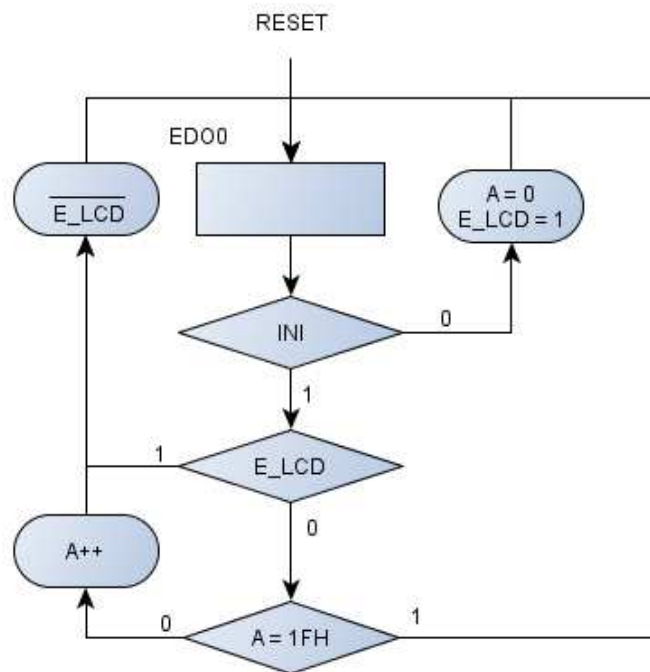
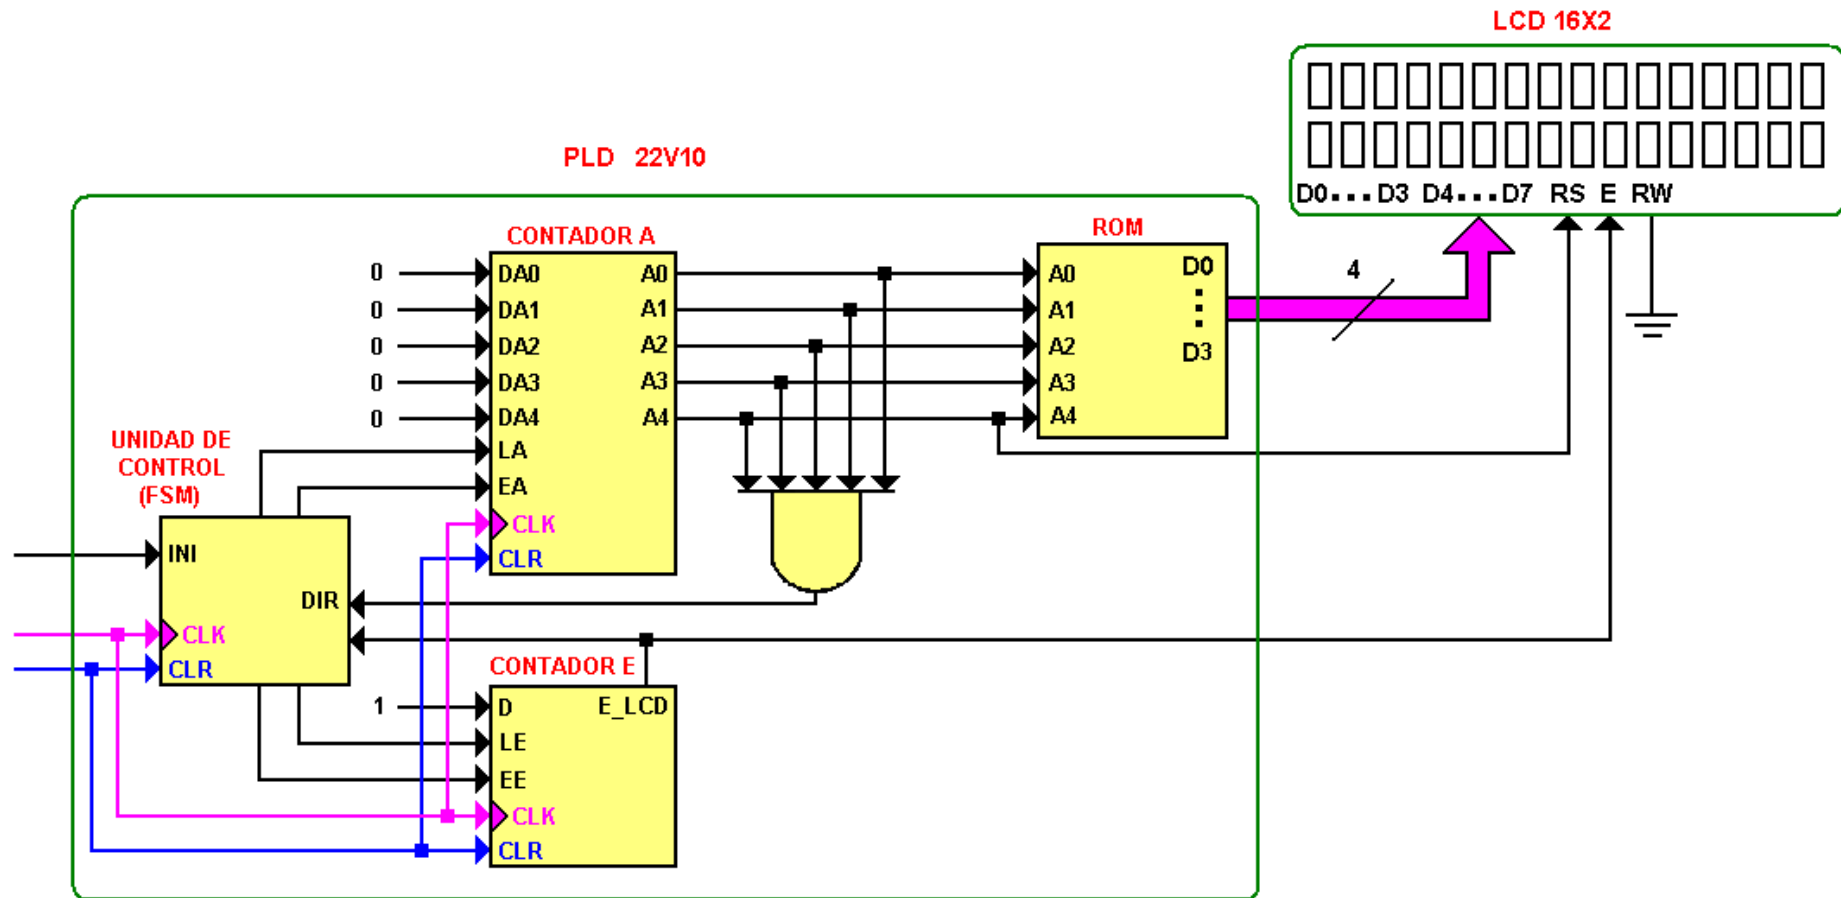
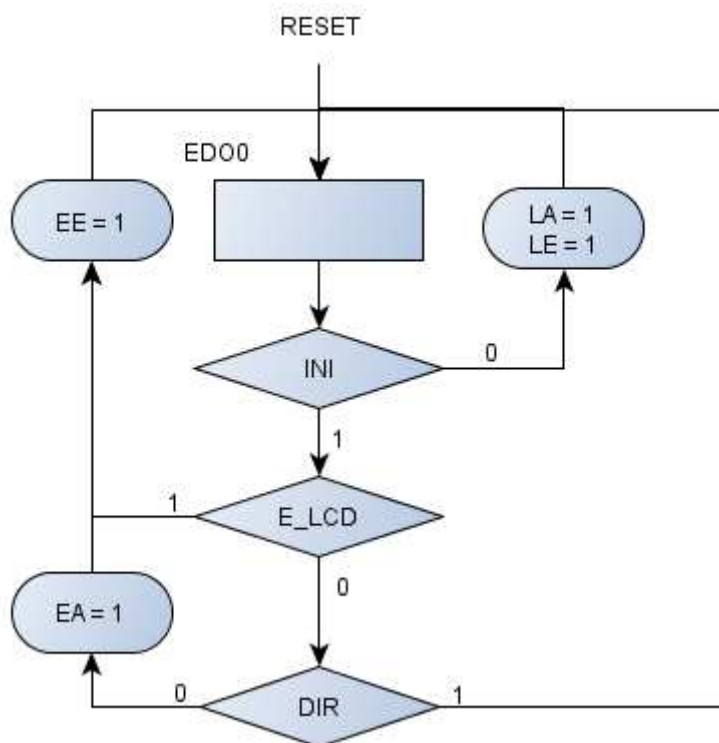

Ilustración 17 Carta ASM para el control de la señal E del LCD y el bus de direcciones de la memoria ROM en la microarquitectura 4.
Ilustración 18 Microarquitectura 4 para configurar el LCD en modo de 4 bits.
Ilustración 19 Autómata de control de la microarquitectura 4.
Para controlar el bus de direcciones de la memoria y la señal E (Enable) del LCD se debe diseñar una carta ASM. Esta carta se muestra en la ilustración 17.
- c) Una compuerta AND que se activa en el momento que la dirección es igual a “1FH”. La ruta de datos completa se muestra en la ilustración 18.
De la carta ASM de la ilustración 17 y la ruta de datos de la ilustración 18 se deriva el autómata de control del diseño, el cual se muestra en la ilustración 19.